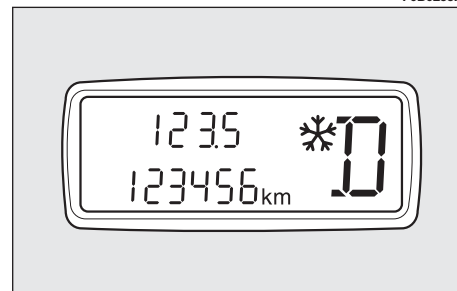

fig. 116
– il display visualizza l'indicazione ❄️ fig. 116 e la movimentazione della vettura (partenza) avviene con l'utilizzo del secondo rapporto.
L'avaria del cambio automatico elettronico è segnalata dalla visualizzazione di un messaggio dedicato sul display infotelematico e dalla visualizzazione lampeggiante del simbolo ❄️ sul display fig. 116.